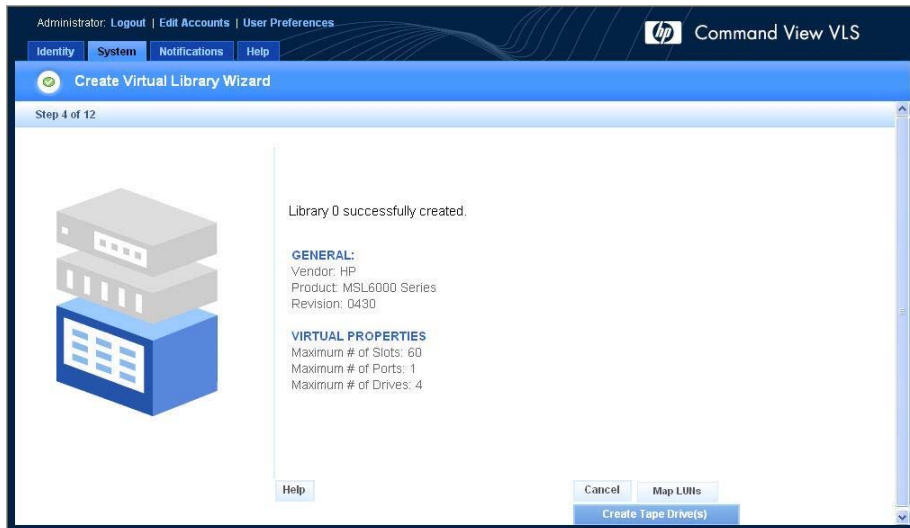

Abbildung 31 Fenster Create Virtual Library Wizard (4-12)
Ein Übersichtsfenster wird geöffnet und zeigt Einzelheiten zur erstellten Library-Emulation an (Abbildung 31).
1. Wenn das Fenster Create Library Wizard bereits angezeigt wird (Abbildung 31), klicken Sie auf Create Tape Drive(s).